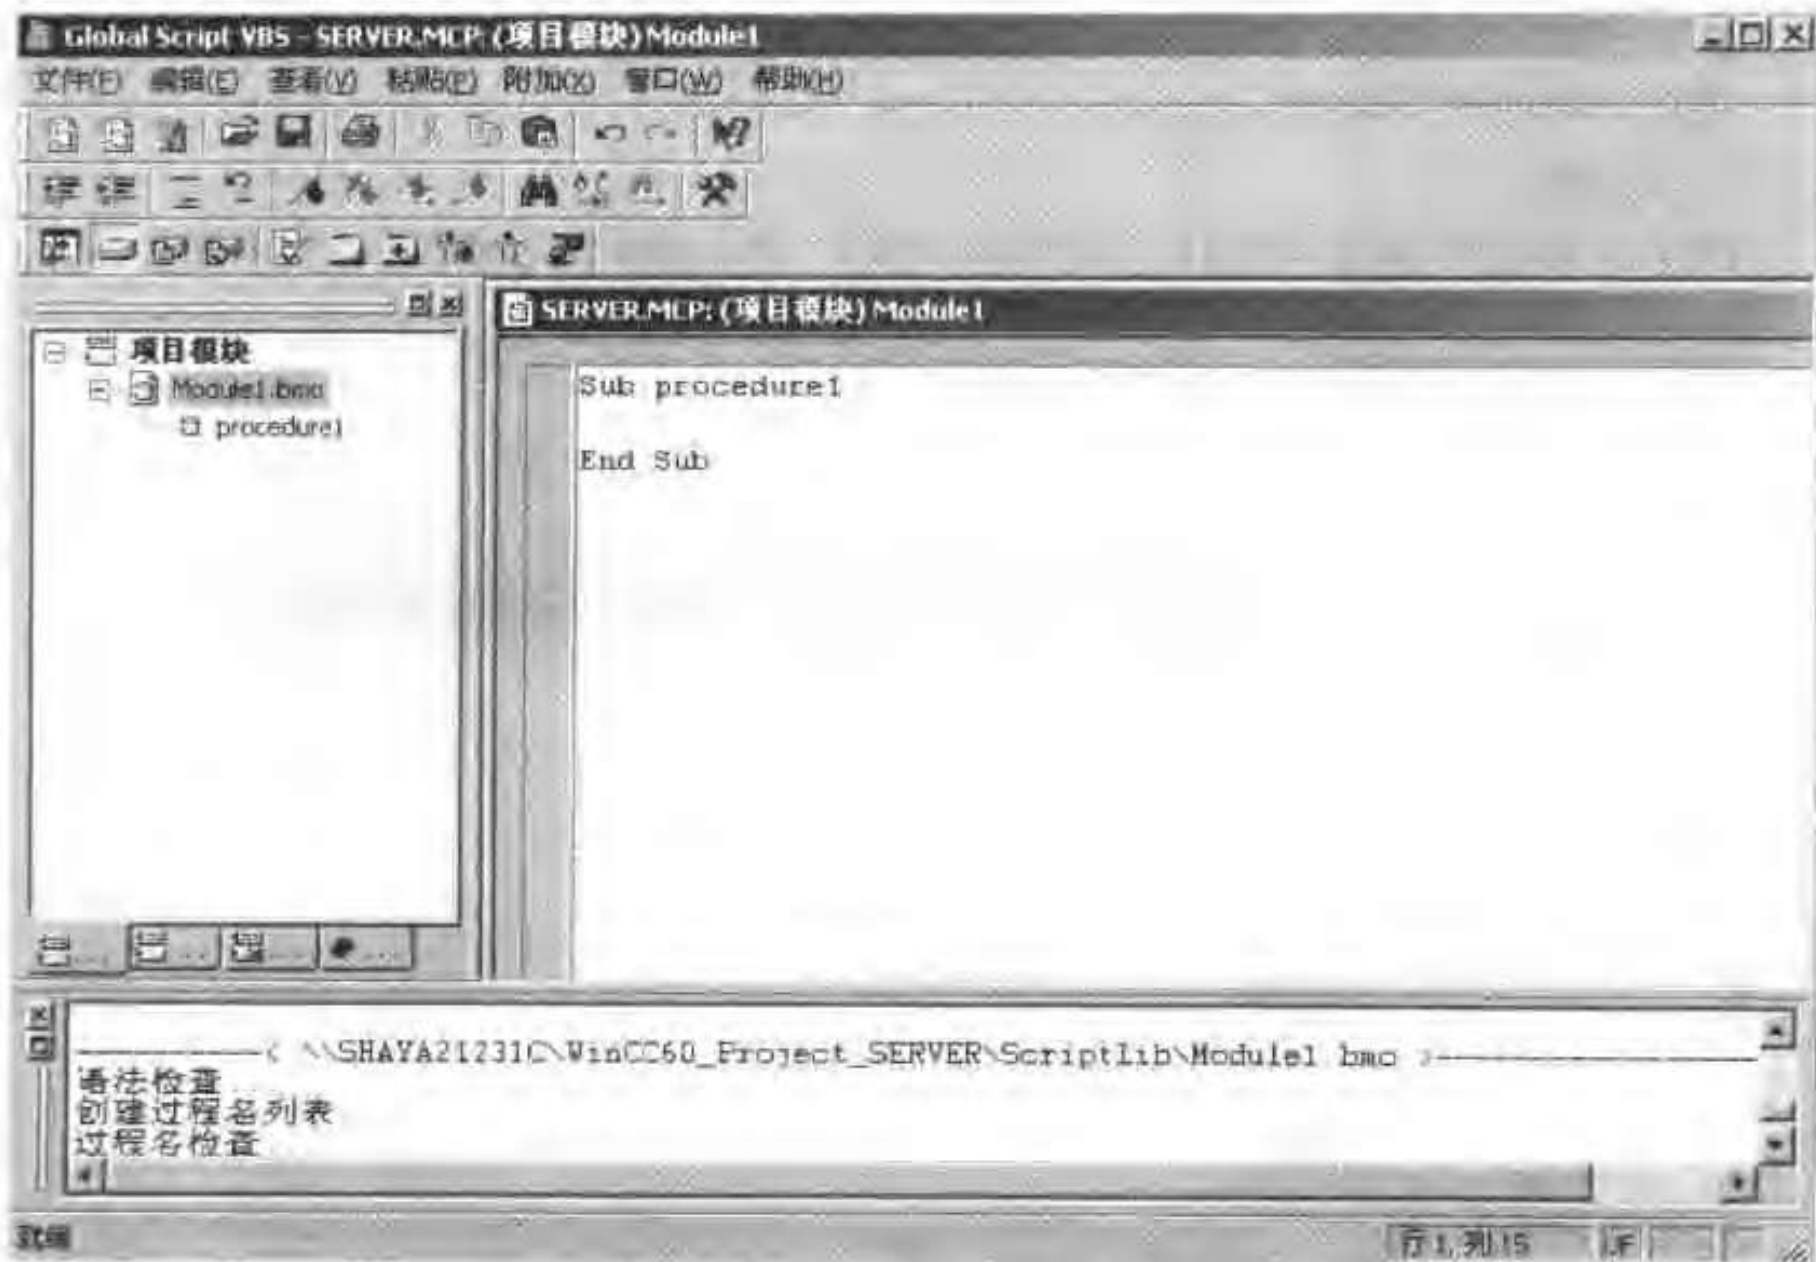

图 10-23 VBS 动作编辑器
- 在创建完一个新模块后,当一个没有返回值的函数已经输入到了编辑窗口中,如图 10-23 所示。